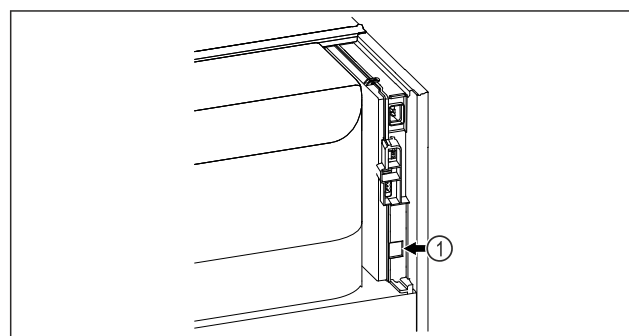

Fig. 129
- ☐ Je používán SmartModule Fig. 129 (1).